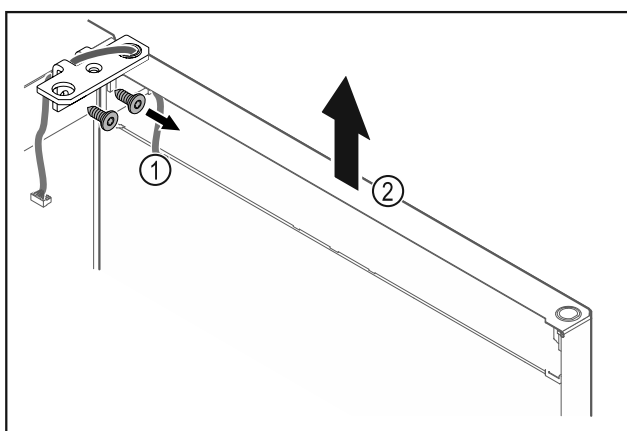

Fig. 22
- ▶ Scharnierhoek Fig. 22 (1) losschroeven.
- ▶ Deur inclusief scharnierhoek Fig. 22 (2) circa 200 mm recht omhoog tillen en verwijderen.